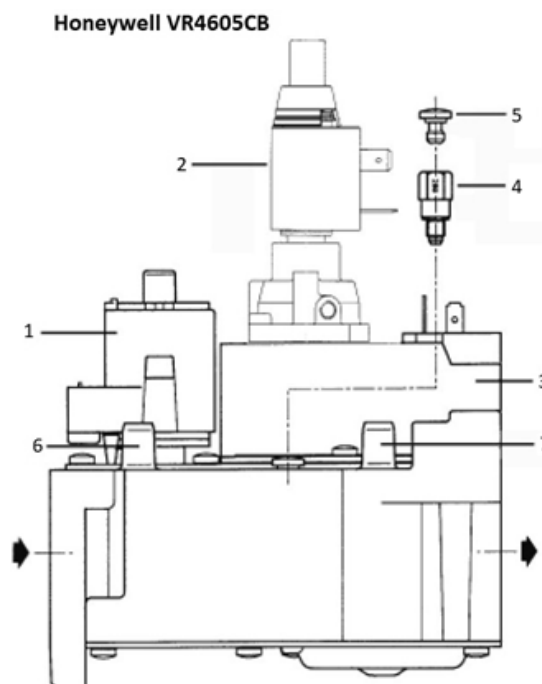

Рис. 18
- Заменить регулятор давления газового клапана 3...20 мбар на регулятор давления 4...37 мбар. (поз.2 рис.18)
- Установить на газовый клапан адаптер (поз.4 рис.18)